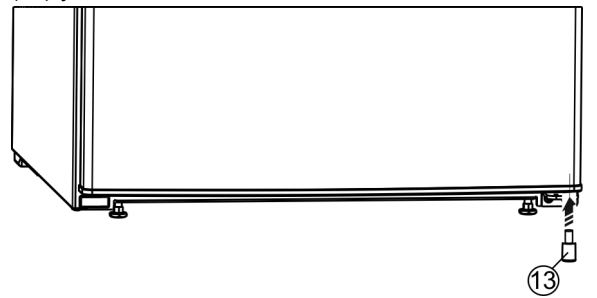

Fig. 10
- Cihazın güvenli duruşu için önemli olduğundan mesafe parçasını Fig. 10 (13) yine kapının sağ altına takın.